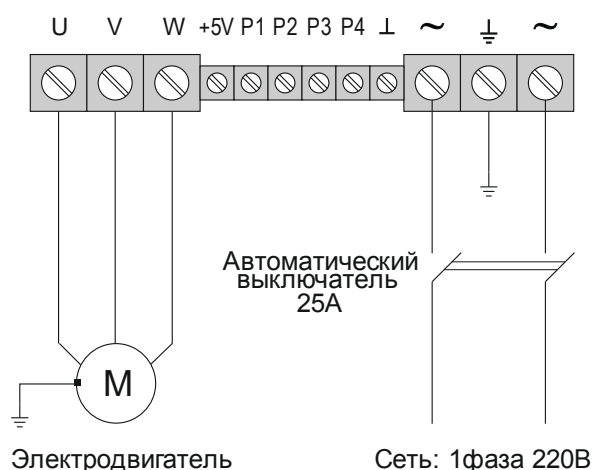

Рис.1 Схема подключения
7.6. Выполните подключение электродвигателя и сетевого питания к ПЧ согласно схеме (рис.1). Для этого используйте медный провод сечением не менее 2кв.мм. Если необходимо подключение внешних органов управления, выполните его по одной из схем приведённых в разделе 5 (программирование параметра С4). Можно использовать любой подходящий кабель с требуемым количеством проводов и сечением не менее 0,12 кв.мм. Хорошо подходит для этих целей компьютерный кабель УТР-8.